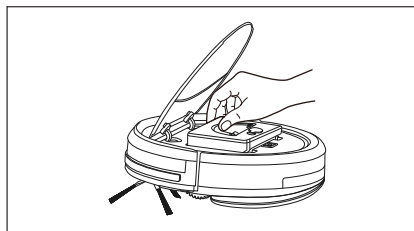

Figure 3
4. Ouvrez le couvercle du robot et placez le réservoir d'eau dans le corps, l'orifice d'évacuation du réservoir d'eau doit être alignée avec l'orifice d'évacuation sur le corps du robot. (Figure 3)